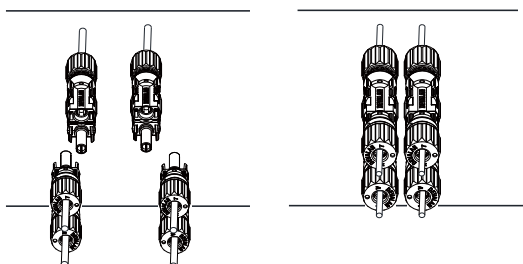

Bild 3.6 DC-Eingangsverbindung
d) Zum Schluss die DC-Stecker in den Plus- und Minus-Eingang des Wechselrichters einstecken (siehe Bild 3.6)